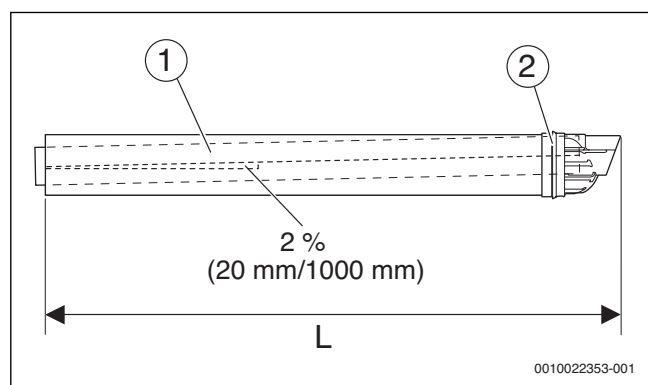

Bild 12 Neues Abgasrohr
Die Dichtung vorn am Abgasrohr ([2], Bild 12) dichtet das neue Abgasrohr gegen das alte Außenrohr ab. Um das Ablängen des Abgasrohrs zu vereinfachen, Dichtung entfernen und erst bei der finalen Montage des Abgasrohrs wieder einsetzen.
- ▶ Dichtung ([2], Bild 12) vom neuen Abgasrohr abnehmen.
- ▶ Dichtung ([2], Bild 12) anbringen und fetten.